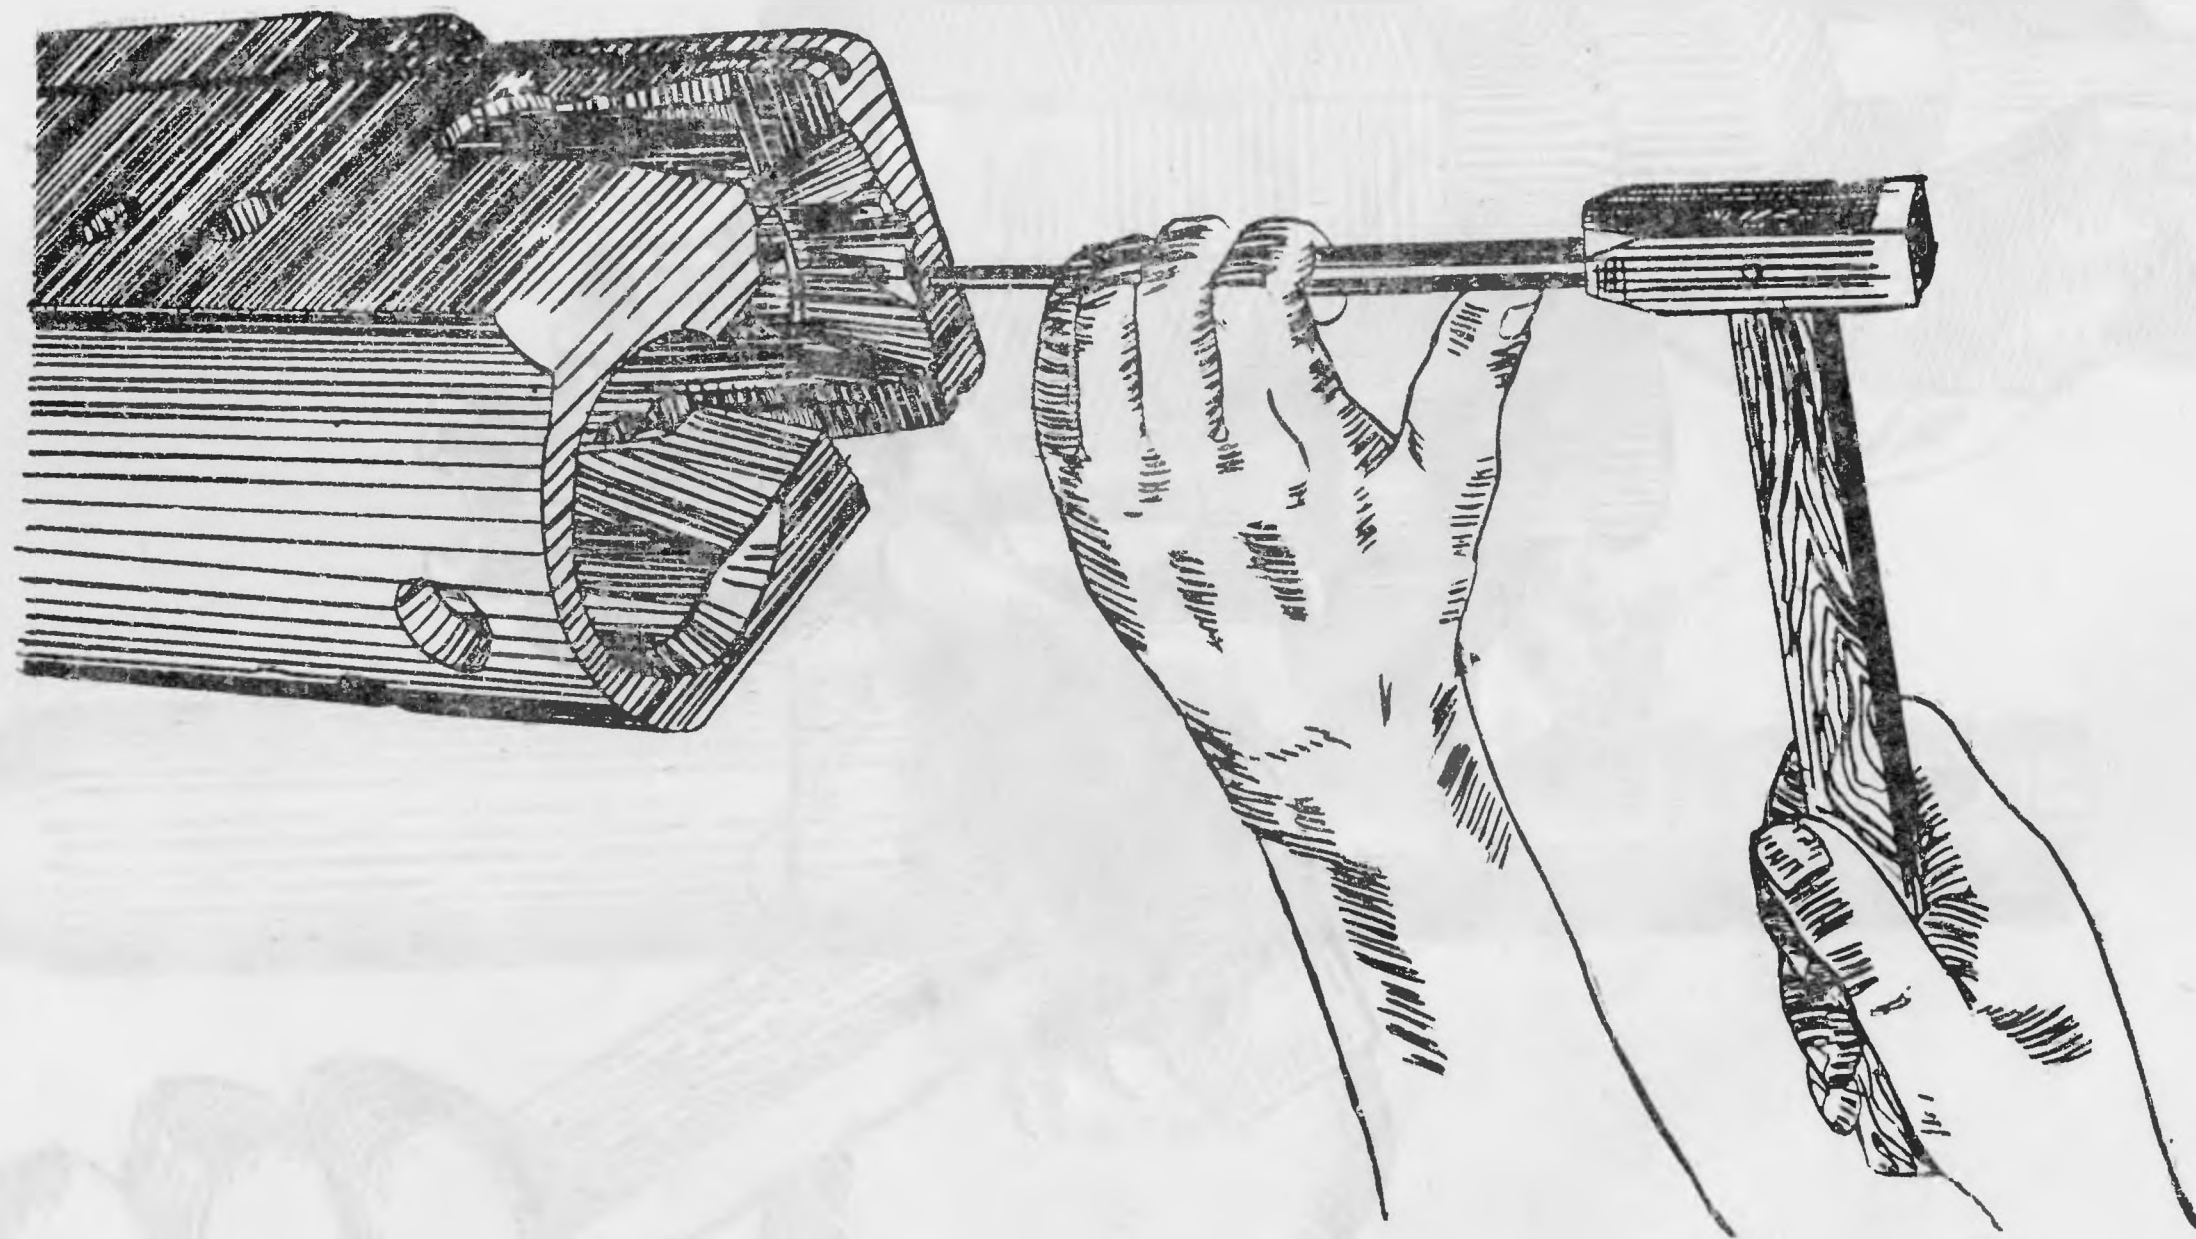

Рис. 7.10
7.8.2.8. Отделите упор с защелкой от казенника с помощью выколотки Ø7, нанося легкие удары молотком по штифту упора через отверстие в казеннике (рис. 7.10).